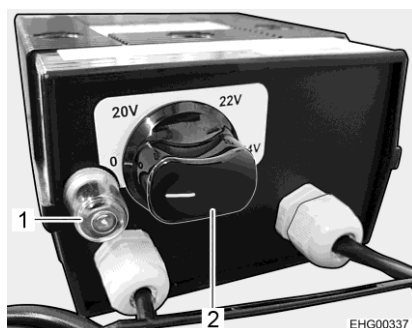

Fig. 142 Regolatore per riscaldamento elettrico del pavimento
- Ruotare il pomello girevole (Fig. 142,2) sulla potenza di riscaldamento desiderata.
Spegnimento: ■ Ruotare il pomello girevole (Fig. 142,2) sulla posizione "0".
In caso di sovraccarico del regolatore, si attiva la protezione contro il surriscaldamento. Il perno (Fig. 142,1) scatta all'infuori.
■ Una volta raffreddato il regolatore, premere il perno (Fig. 142,1) della protezione contro il surriscaldamento.